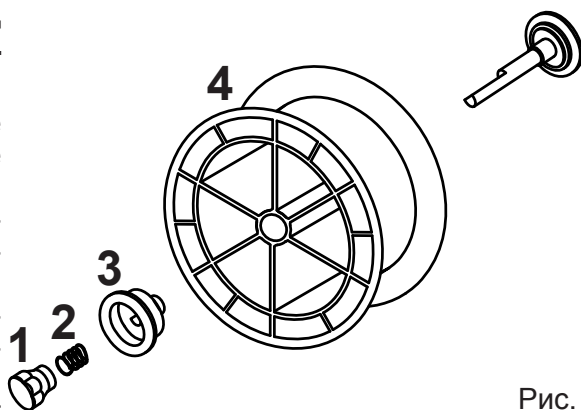
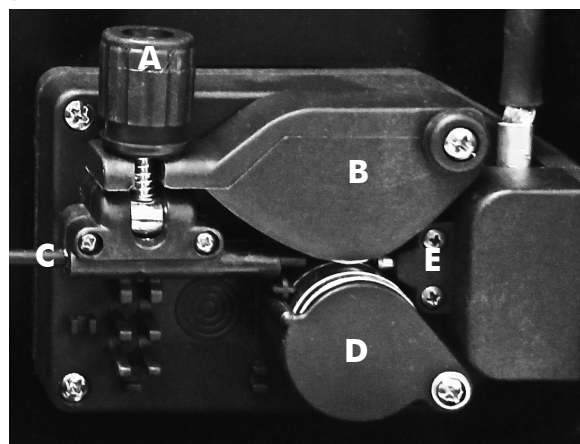

Рис. 4
Рис. 5
- Откройте боковую панель отверстия катушки. Отвинтите гайку (1) размотывателя (барabanный тормоз) и удалите пружину (2) и внешнее кольцо (3) (рис. 4).
- Снимите пластмассовую оболочку катушки (4) и вставьте её в размотыватель. Снова установите внешнее кольцо (3), пружину (2) и пластмассовую стопорную гайку (1), вместе составляющие систему замедления скорости катушки. ПРИМЕЧАНИЕ. Не слишком затягивайте гайку - излишняя затяжка увеличивает усилие двигателя, который тянет проволоку, тогда как слабое усилие не позволяет катушке по окончании сварки немедленно остановиться.
- Ослабьте и опустите пластмассовую рукоятку (А) и поднимите прижимной рычаг проволоки (В) (рис. 5). Удалите возможные остатки проволоки из кожуха проволоковода.
- Выпустите проволоку с катушки и с помощью двух зажимов прочно удерживайте так, чтобы она не могла развернуться. При необходимости распрямите конец проволоки перед тем, как вставить его во входную направляющую (С). Вставьте туда проволоку, пропустив её под нижними роликами (D) и вставив в кожух проволоковода.